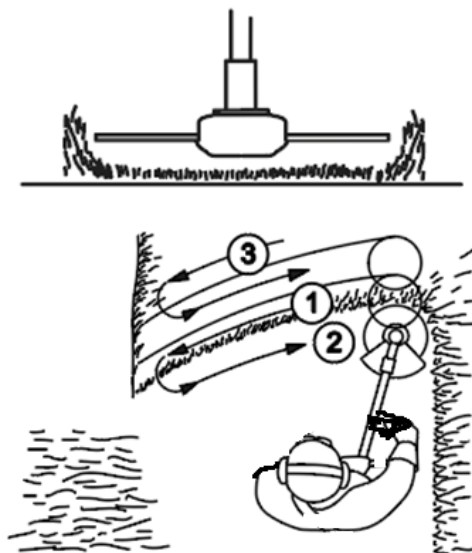

Рисунок 16. Схема скошування трави на ділянках вільних від перешкод.
3. Під час скошування плавно рухати виробом з боку в бік (рис. 16), намагаючись водночас утримувати різальну частину виробу на однаковій висоті над землею. Не намагатися скошувати високу траву за один раз. Це може призвести до намотування трави та перевантаження двигуна. Скошування високої трави рекомендовано починати поступово, починаючи з верхівки.